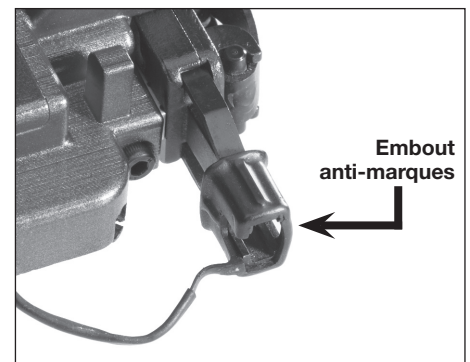

Figure 5 - Embout Anti-marques
**EMBOUIT ANTI-MARQUES** — L'embout anti-marques est conçu pour éliminer les marques de la pointe de contact (PC) dentée (voir la Figure 5). L'embout anti-marques peut être retiré et amarré à l'outil s'il n'est pas requis (se reporter à RETIRER L'EMBOUIT ANTI-MARQUES) ou lorsqu'on préfère un fraisage un peu plus profond. Glisser simplement l'anti-marque de la PC et l'attacher au poste de rangement sur l'épaulement électronique d'outil.